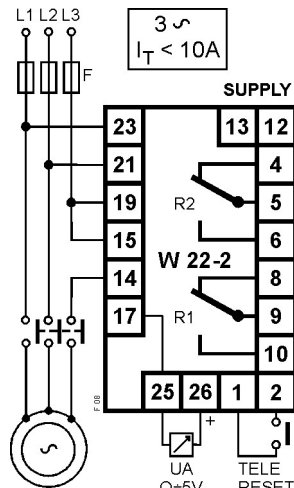

Fig. 8
Seguire lo schema di fig.8
a) Se I_t è minore di 10A si può usare l'inserzione diretta (v. schemi di fig.8 e 10.)
Tensione motore 400Vac, $I_t=3,5A$ (fig.8). Dalla tabella A si ricava che si deve scegliere la gamma 5A e si vedrà che la potenza del motore è minore a quanto
Follow diagram of fig.8
- a) If I_p is lower than 10A the device is by direct insertion connected (fig.8 and 10)
Motor Voltage 400Vac $I_p=3,5A$ (fig.8). The table A shows that the selector range has to be set for 5A. It will appear that the power motor is lower than the values mentioned in the last column (practical values of kW).